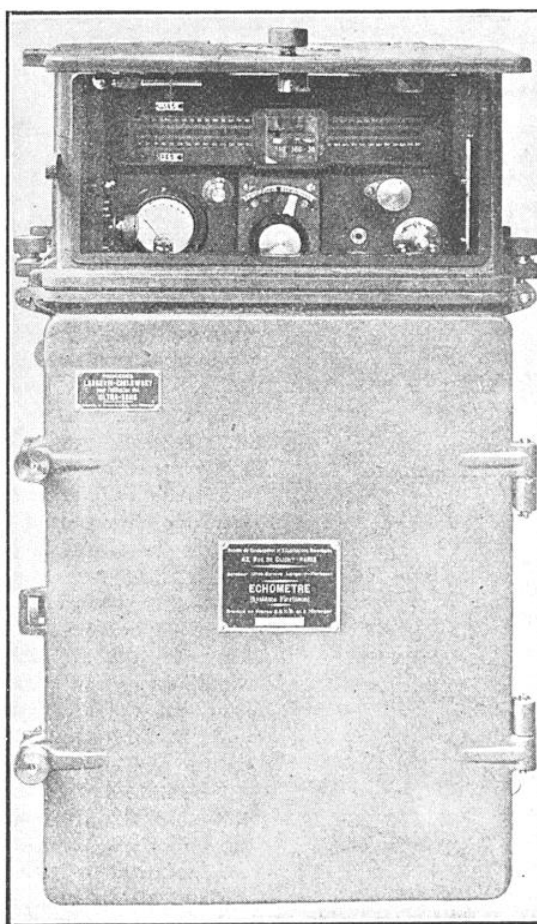

FIG. 8. — L'ÉCHOMÈTRE « FLORISSON »
**L'échomètre Langevin-Florisson.** — Cet appareil (fig. 8) se présente sous la forme d'un meuble solide en métal moulé, divisé par une cloison horizontale en deux compartiments. En bas se trouvent l'émetteur et le récepteur ultra-sonores. A la partie supérieure est l'analyseur, qui permet la lecture de la profondeur d'eau à chaque sondage.